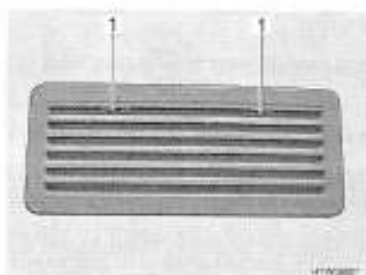

Fig. 158 Grille d'aération du réfrigérateur (Thetford)
- Pousser le dispositif de blocage (Fig. 158,1) vers le milieu.